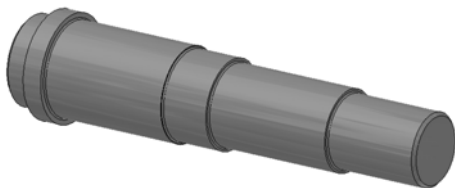

图 7-7 添加了倒角和圆角特征的传动轴
②单击【三维模型】标签栏【修改】面板上的【倒角】工具按钮, 打开“倒角”对话框, 选择传动轴两端的圆形边线为倒角边, 倒角方式为【倒角边长】, 设置倒角边长为 2。单击【确定】按钮完成倒角特征。添加了倒角和圆角特征的传动轴如图 7-7 所示。